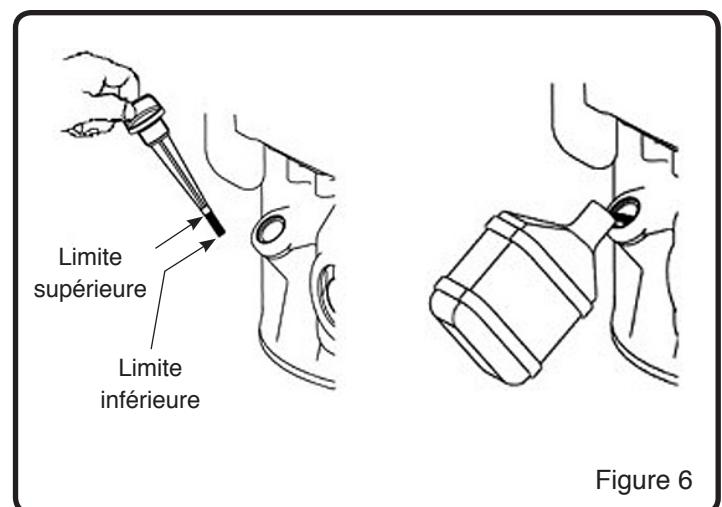

Figure 6
4. Lorsque le niveau d'huile est plein, l'huile sera située à la limite supérieure de la jauge graduée. Si le niveau d'huile est situé est près ou sous la limite inférieure, il faut ajouter de l'huile. (Voir Figure 6)